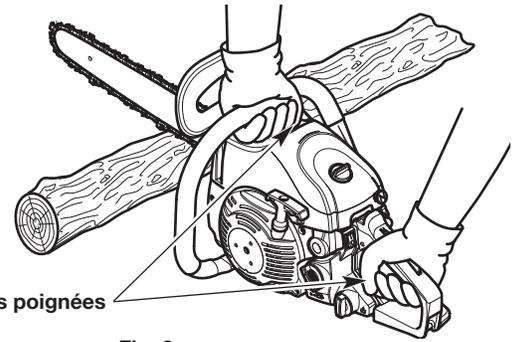
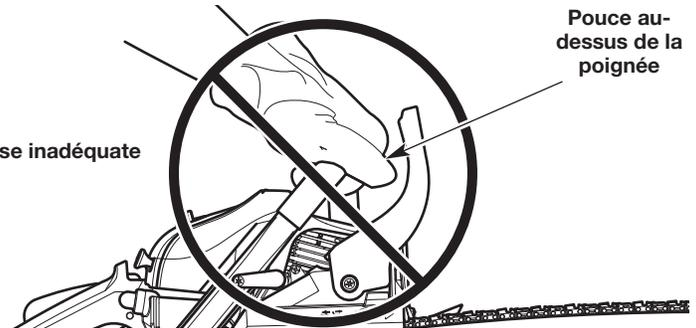

Fig. 6
Fig. 7
- Encercler fermement la poignée avec tous les doigts de la main (Fig. 6). Cela permettra de réduire le risque de perte de contrôle de l'appareil en cas de rebond. Toute prise avec le pouce et les doigts du même côté de la poignée est dangereuse (Fig. 7).